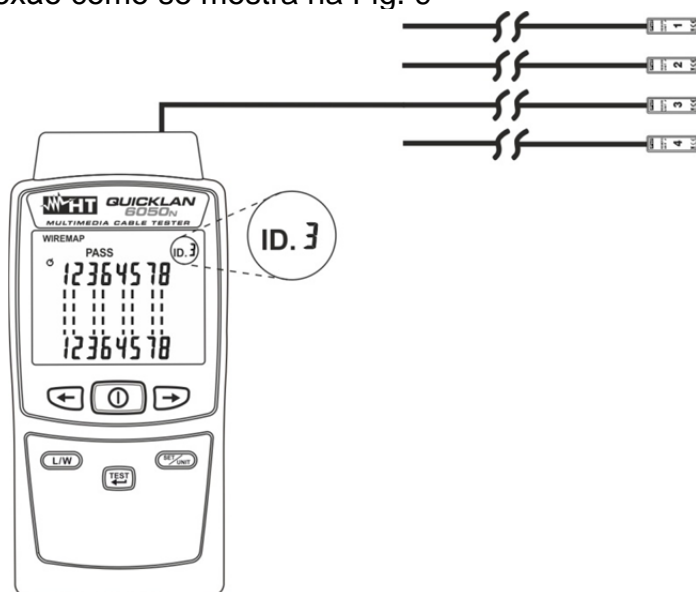

Fig. 9: Ligação do instrumento a mais unidades remotas
1. Ligar o instrumento premindo o botão ①
4. Conectar a extremidade de um dos cabos em teste (ex: #3) aos conectores RJ45 ou RJ11 de entrada do instrumento e à unidade remota correspondente (ex: #3) usando os cabos de conexão como se mostra na Fig. 9